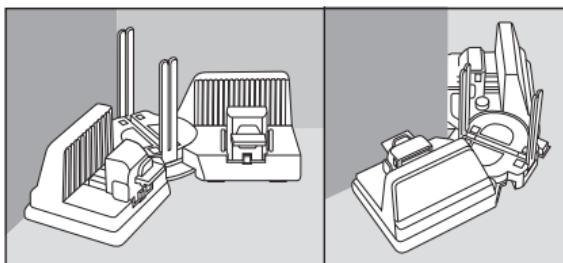

Fig. 4
- ◆ Ne desserrez l'écrou d'arrêt ❶ que d'un tour afin que la vis ne tombe pas.
- ◆ Placez l'outil dans un coin ou autour d'un angle pour mesurer un angle intérieur ou extérieur. Les bras mobiles ❶ doivent appliquer bien à plat contre le mur (voir fig. 4).